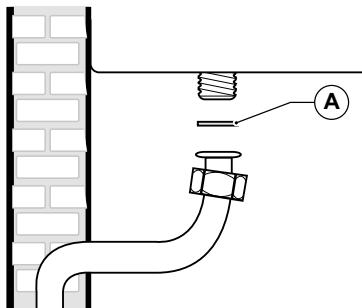

Рис. 15 Подключение к газовой сети
**ОБЯЗАТЕЛЬНО**, при подключении котла к линии подачи ГАЗА использовать накидную гайку (A) с применением прокладки в стыковой полости (смотри Рис. 15 Подключение к газовой сети).